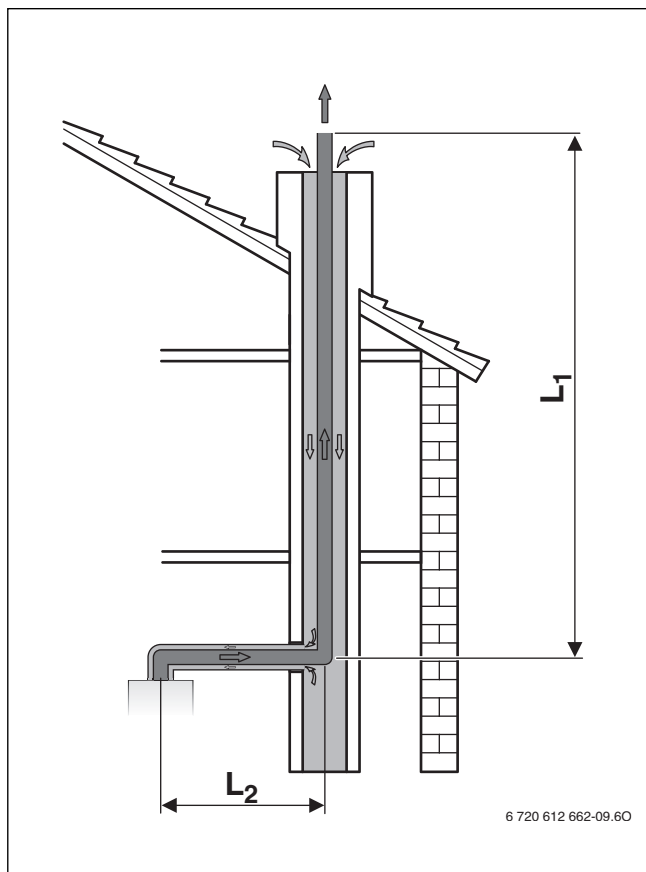

Fig. 11 Ghidarea gazelor arse în puț, conform C93 (rigid)
- Dacă alimentarea cu aer de ardere se realizează printr-un puț în contracurent (→ Fig. 11), puțul trebuie curățat după cum urmează.